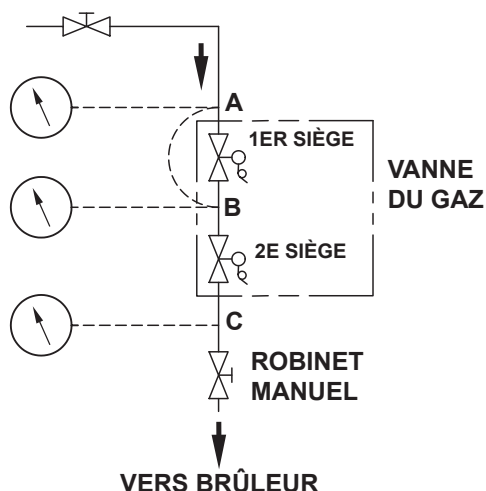

Figure 70. Essai d'étanchéité
Le point de test C est un point de purge située en aval de la vanne de gaz et en amont du robinet d'arrêt manuel. Voir **Figure 70**.
- Fermez le robinet d'arrêt manuel située en aval de la vanne de gaz. Voir **Figure 70**. Mettez la chaudière sous tension.